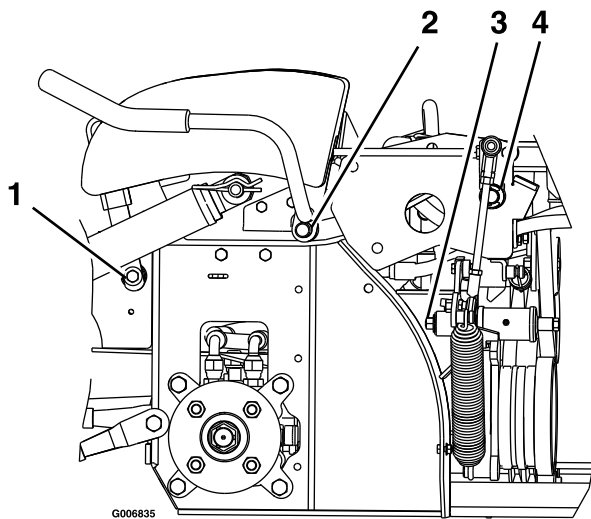

Figure 28
2. Graissez les bagues en bronze du pivot du levier de frein avec un lubrifiant à pulvériser ou une huile légère (Figure 28).